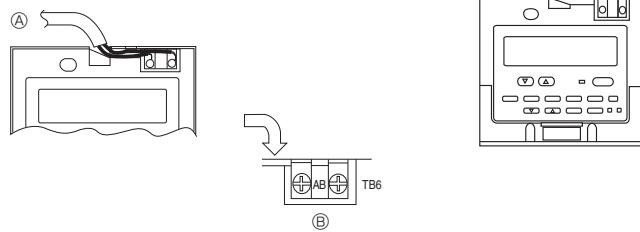

Fig. 7-8
- ⑦ Parede
- ⑧ Conduta
- ⑨ Contraporca
- ⑩ Casquinho
- ⑪ Caixa de distribuição
- ⑫ Fio do controlo remoto
- ⑬ Vedar com betume
- ⑭ Parafuso de madeira
2) Instruções de instalação (Fig. 7-8)
- ① Ligue o fio do controlo remoto ao bloco terminal.
② Ao bloco de terminais na unidade interior
③ TB6 (Não há polaridade)